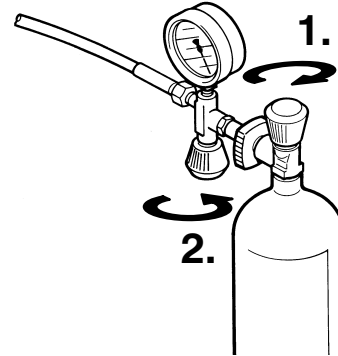

Abb. 15 Abnehmen der Druckluftflaschen
8. Nach Abschalten der Anlagen **zuerst den Flaschenhahn (1, Abb. 15), dann das Füllventil** schließen (2). Druckluftflasche abnehmen.